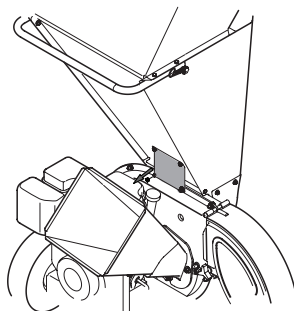

Figura 9
2. Saque las dos tuercas con reborde (y los pernos hexagonales) que sujetan el soporte de la tolva a la caja del motor. Guarde los accesorios. Vea la Figura 9.